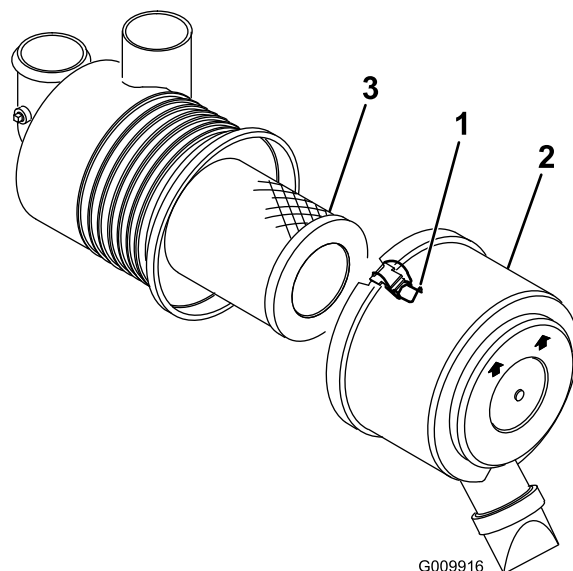

図 44
1. エア・クリーナのカバーをボディーに固定しているラッチを外す(図 44)。
4. フィルタを外して捨てる（図 44）。